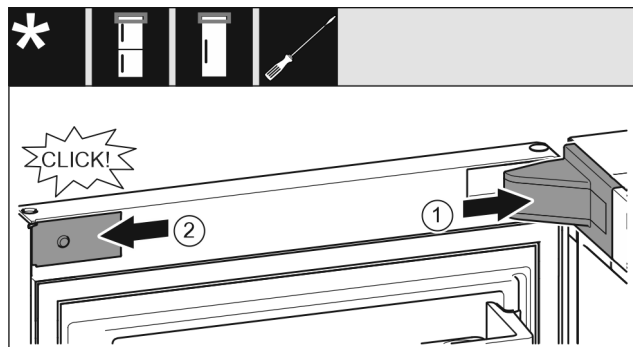

Fig. 20
- ▶ Uždėkite atraminės gembės dengiamąją plokštelę ir užfiksuokite, prireikus atsargiai išspauskite. Fig. 20 (1)
- ▶ Uždėkite ir užfiksuokite gaubtą. Fig. 20 (2)